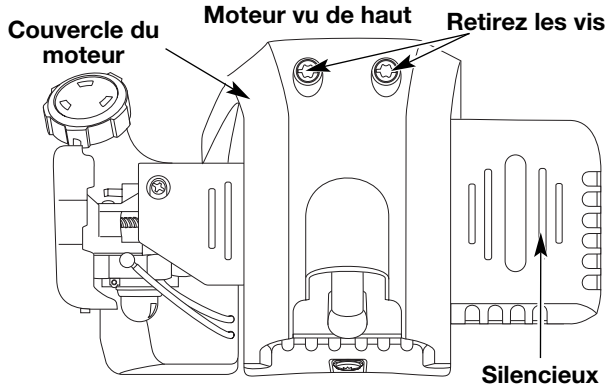

Fig. 40
l'aide d'un tournevis à lame plate ou T-25 Torx (Fig. 40).
6. Déposez le couvercle du moteur (Fig. 40).